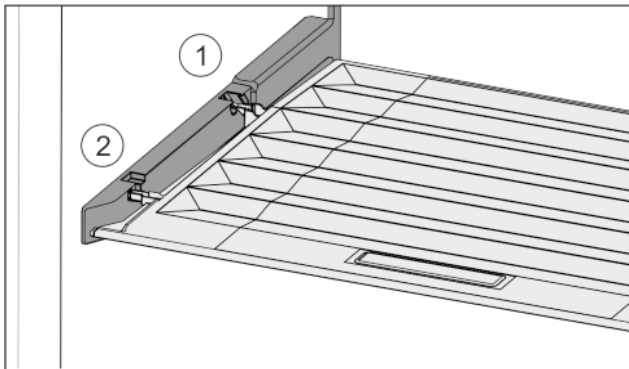

Fig. 30
- ▶ Juhtige kaane vahetoed tagumise hoidiku Fig. 30 (1) ava kaudu sisse ja fikseerige ees hoidikusse Fig. 30 (2).